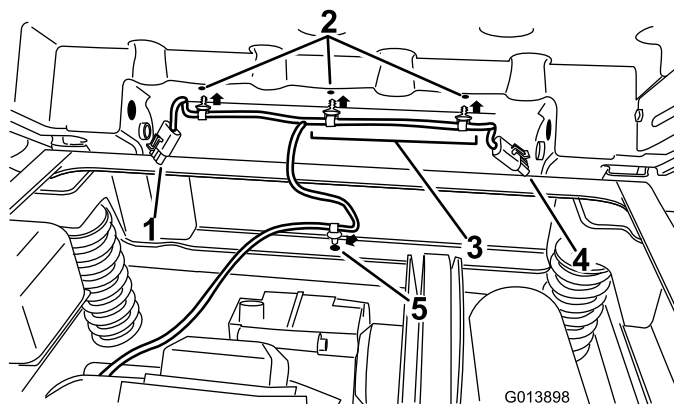

Figura 24
1. Individuate i fori di ancoraggio preesistenti nella parte inferiore del pianale (Figura 24).
2. Disponete il cablaggio posteriore come illustrato in Figura 24. Fate attenzione a disporre il tratto più lungo del cablaggio terminante con un connettore piatto a quattro perni per le luci posteriori in direzione della luce posteriore sinistra.